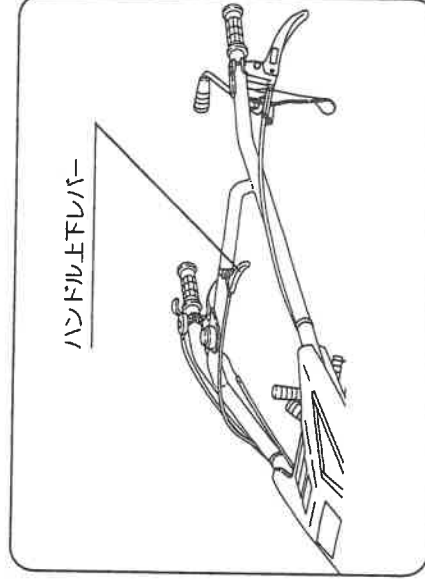

図19
- ① ハンドル上下レバーを握りハンドルを上にあげてから操作してください。(図19)